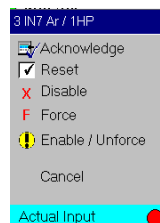

Figure 18: Pop-up bouteille de gaz
- Une fenêtre pop-up s'ouvre (Figure 18)